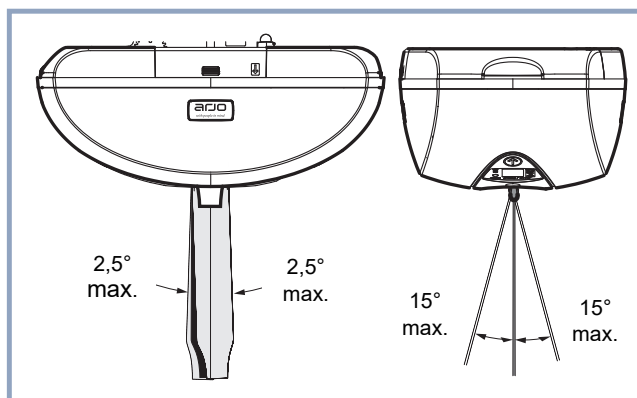

Figura 7
- Quando si solleva o si abbassa il paziente, ricordarsi sempre di tenere la cinghia il più dritta possibile per motivi di sicurezza e per evitare l'usura prematura dei componenti del sollevapazienti. Non superare mai i valori massimi indicati nella Figura 7.